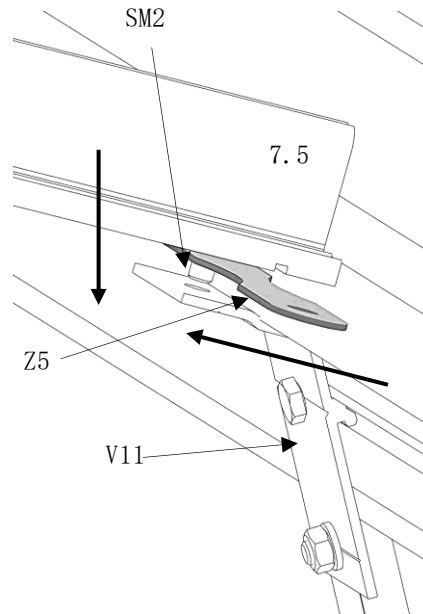

Abb. 68
- der Sechskantschraubenkopf (Pos. SM2) wird in die Nut des Dachsprossenprofils geschoben und mit Hilfe des Schrauben-Positionierers (Pos. Z5) in die Bohrungen der Sprossenabbindung (Rinne) (Pos. V11) eingeführt. (Abb. 68)